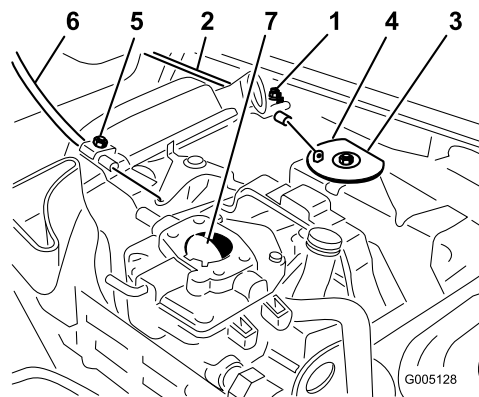

Figura 49
1. Afloje el tornillo de la abrazadera que fija el cable al motor (Figura 49).
3. Tire firmemente del cable del acelerador hasta que la parte trasera del pivote entre en contacto con el tope (Figura 49).
3. Tire firmemente del cable del estarter hasta que la palomilla esté cerrada del todo, luego apriete el tornillo de la abrazadera (Figura 49).